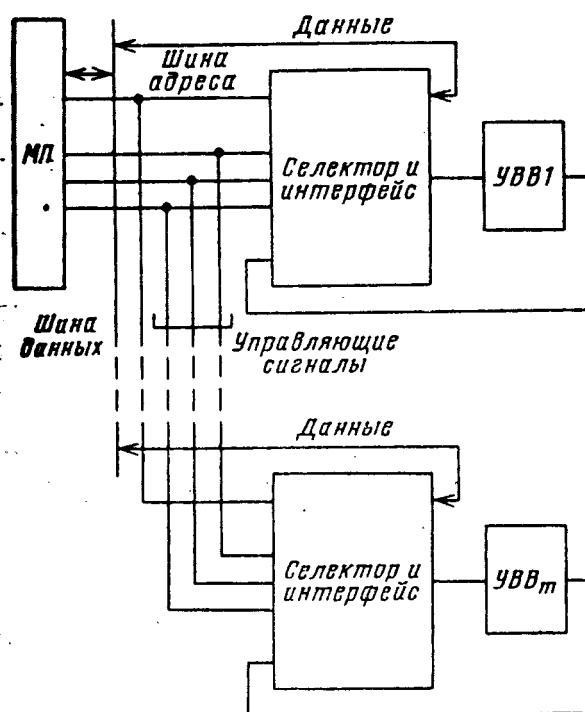

рис. 17
**Организация связи МП с УВВ.** Эта связь должна быть программно-управляемой. Для нее используют одну или несколько специальных команд. Устройства ввода-вывода (УВВ1...УВВm) подсоединяют к адреснойшине (рис. 17) через блоки селектора и интерфейса, назначение которых – идентификация адреса "своего" УВВ и согласование этого УВВ с шинами МП. МП